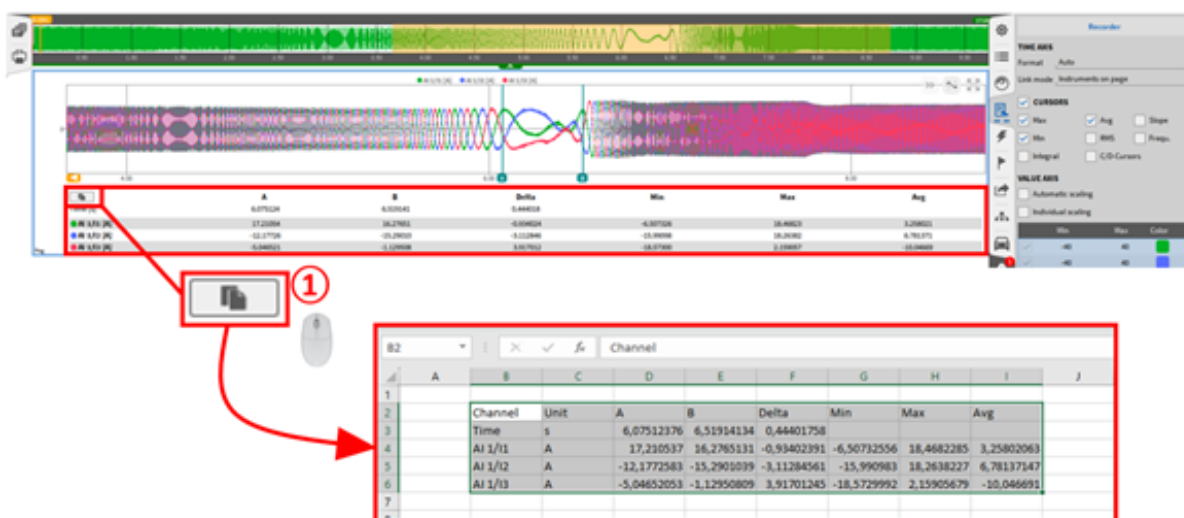

Abb. 8.23: Cursorwerte in Zwischenablage kopieren
Es ist auch möglich, die angezeigten Cursorwerte direkt aus dem verwendeten Instrument in die Zwischenablage zu kopieren und in beispielsweise einer Excel Datei oder eine simple Textdatei einzufügen. Dazu klicken Sie einfach auf den Kopier-Button der Ihnen links über der Tabelle der Cursorwerte angezeigt wird (siehe ① in Abb. 8.23) oder Sie können einfach in das Instrument mit der linken Maustaste klicken und die Werte mit der Tastenkombination „STRG + C“ kopieren.